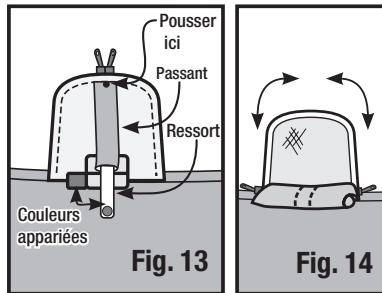

Fig. 13
REMARQUE : Les ressorts sont conservés dans le sac des piquets. Dérouler les ressorts avec précaution. Les marques de couleur se trouvant sur chaque ressort devraient correspondre au « fanion » de couleur cousu sur l'ouverture du manchon de la fenêtre et toujours faire face à l'opérateur. (Fig. 13)
1. Fermer la fenêtre et localiser le manchon sur le panneau de fenêtre. Ouvrir l'attache en boucle et crochet pour insérer le ressort. Ensuite, fermer l'attache. (Fig. 13)
2. Avant d'ouvrir la fenêtre, pousser sur le dessus des ressorts pour activer le dispositif d'auto-enroulage. (Fig. 13)
3. Faire fonctionner les deux languettes de fermeture éclair en même temps pour ouvrir et fermer la fenêtre. (Fig. 13 et 14)